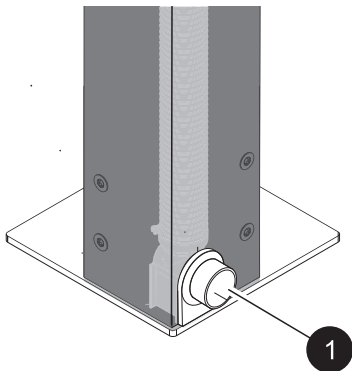

Fig. 18 : Nettoyer l'écoulement d'eau
4. Vérifier si l'écoulement d'eau dans la ou les buses (fig. 18/1) fonctionne parfaitement, si nécessaire, enlever les saletés dans l'écoulement.